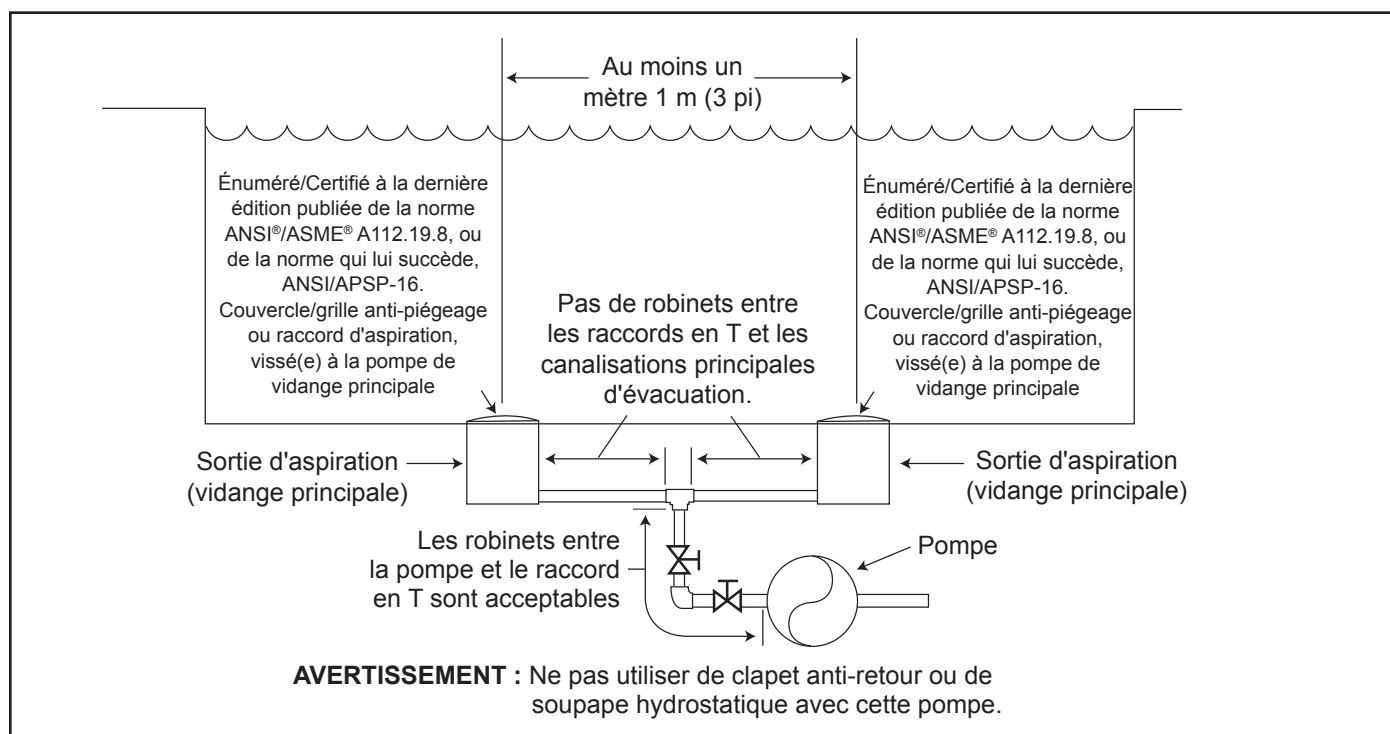

Figure 1. Nombre de sorties d'aspiration par pompe
Nombre de bouches d'aspiration par pompe — Fournir au moins deux (2) bouches d'aspiration hydrauliquement équilibrées, avec couvercles, en guise de bouches d'aspiration pour chaque conduite d'aspiration de pompe de circulation. Les centres des bouches d'aspiration sur toute conduite d'aspiration doivent être à au moins un (1) mètre (3 pi) l'une de l'autre, de centre en centre. Voir Figure 1.
Le système **doit** être conçu pour comprendre au moins deux bouches d'aspiration (drains) connectées à la pompe chaque fois que la pompe fonctionne. Cependant, si deux (2) bouches d'aspiration aboutissent à une seule conduite d'aspiration, cette dernière peut être équipée d'un robinet qui coupera les deux bouches d'aspiration de la pompe. Le système doit être conçu de manière à ne pas permettre une fermeture ou un isolement distinct ou indépendant de chaque drain. Voir la Figure 1.